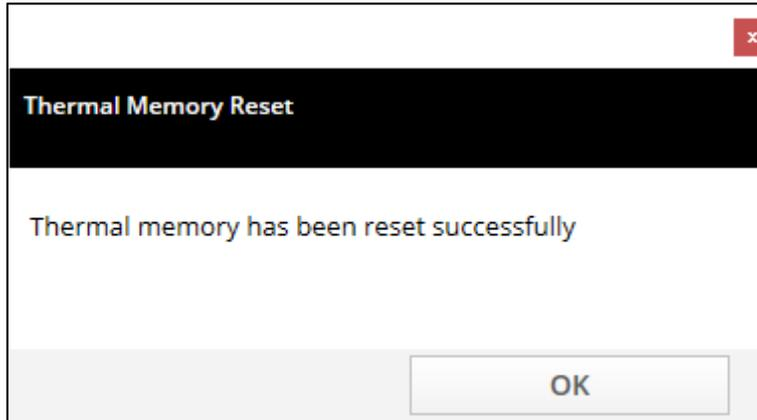

图 30: “热记忆复位”成功
**热记忆复位:** 该按钮仅适用于 Power Defense 装置。通过该选项，可复位装置的接地故障和长延迟热记忆。如果用户单击该按钮，如果热记忆复位成功，则图 30 的弹出框将会显示。